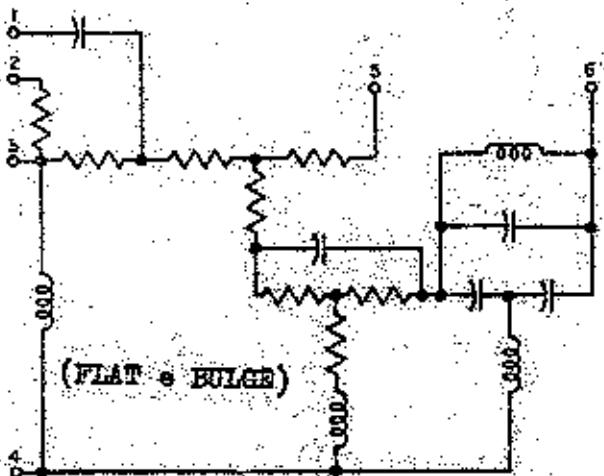

Fig.21 Circuiti dell'equalizzatore EQ821
- Generalità : gli equalizzatori (EQ821 e EQ822 di fig.21 e 22) hanno il principale compito di livellare tutta la banda di freq. in arrivo prima di immetterla all'ingresso dell'ampl. comune di ricezione. Hanno inoltre il compito di attenuare, in dipendenza dell'attenuazione del cavo S-4, tutti i segnali d'ingresso al livello prescritto (-45 o -55 db) in modo di ottenere una uscita di zero dbm all'ampl. comune di ricezione.
- Equalizzatore EQ821 (fig.21 e 15)